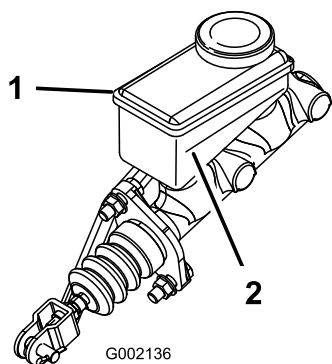

Figura 17
3. Observe o nível do fluido na parte lateral do reservatório (Figura 17).
- B. Adicione fluido dos travões DOT 3 ao reservatório até o nível do fluido estar acima da linha de nível (Figura 17).